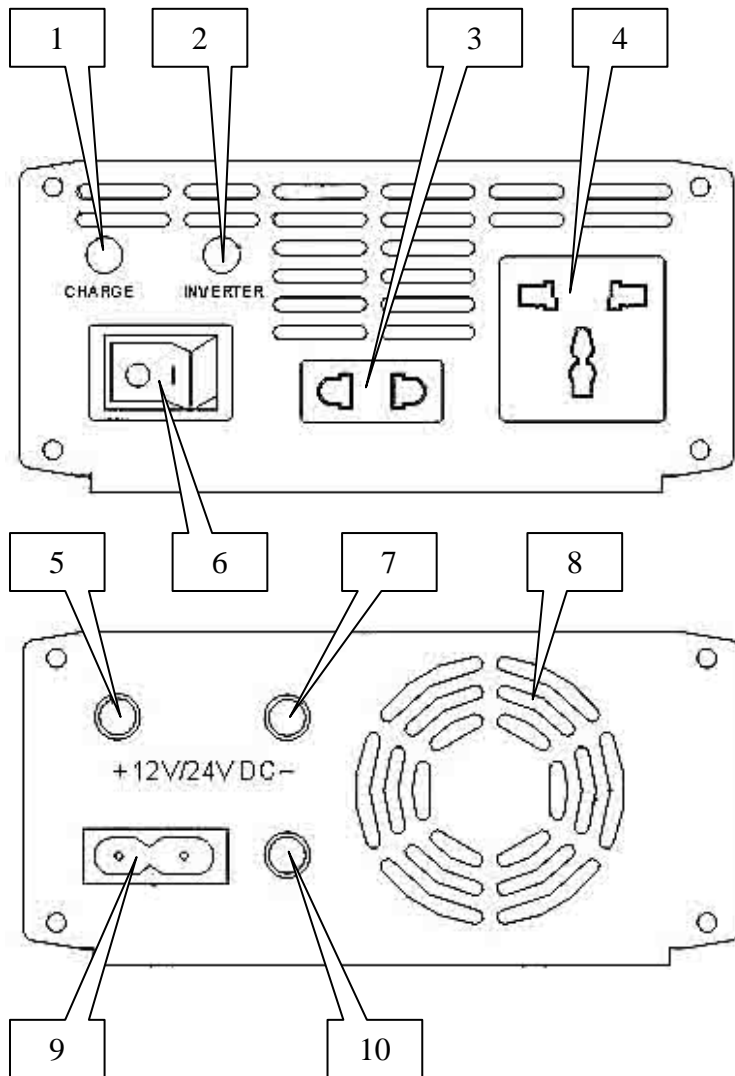

Рис. 1.
#### 4.1. Перечень составных частей изделия (рис. 1).
5.3.1. Расположение элементов подключения, управления и индикации для всех моделей показано на рис. 1. Их назначение указано в Таблице 2.
5.4.1. Перевести выключатель поз. 6 (рис. 1) в положение «0» при этом загорается индикатор поз. 1 (рис. 1), указывая на работу в режиме заряда батареи. Данный режим предусмотрен в моделях АМІ-500С/1000С/1200С.
5.4.4. Для повторного включения инвертора необходимо перевести выключатель поз. 6 (рис. 1) в среднее положение, затем включить снова.
5.4.1. Перевести выключатель поз. 6 (рис. 1) в положение «I» при этом загорается индикатор поз. 2 (рис. 1), указывая на работу в режиме инвертора.
5.4.4. Для повторного включения инвертора необходимо перевести выключатель поз. 6 (рис. 1) в среднее положение в моделях АМІ-500С/1000С/1200С или в положение «0» в моделях АМІ-500/1000/1200, затем включить инвертор снова.